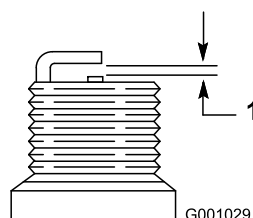

Figura 45
4. Regolate la luce tra gli elettrodi della candela a 0,76 mm (Figura 45).